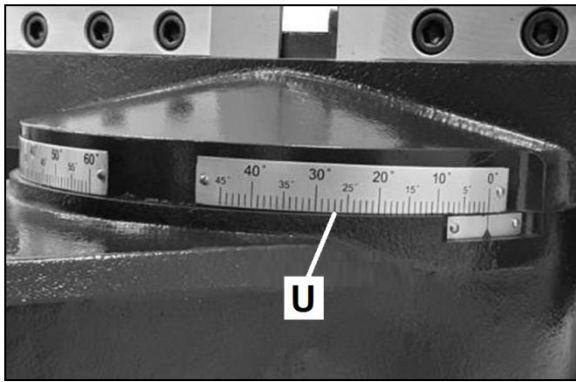

Abb. 8-2: Gehrungsskala
9. Den Sägebühel anhand der Skalanzeige (U, Abb. 8-2) auf den gewünschten Winkel einstellen.